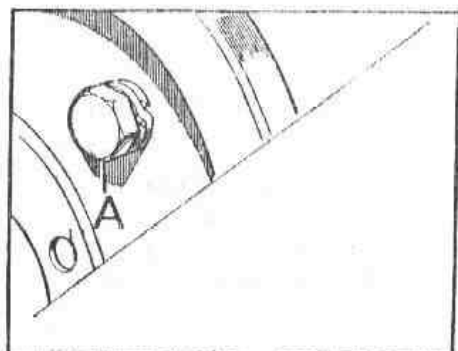

Fig. F-7 Ajustador de la zapata del freno delantero
- 1.4. Aflojar por completo los ajustadores de las zapatas del freno delantero - - (Fig. F-7) y asegurarse que los forros de las zapatas no rozan contra el tambor.